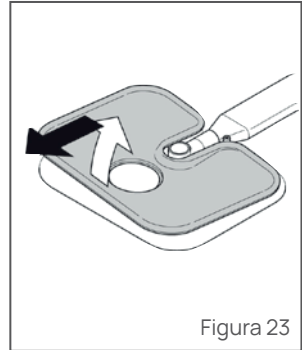

Figura 23
- Extraiga la placa (Figura 23), y lávela bajo un chorro de agua ayudándose eventualmente con un cepillo.